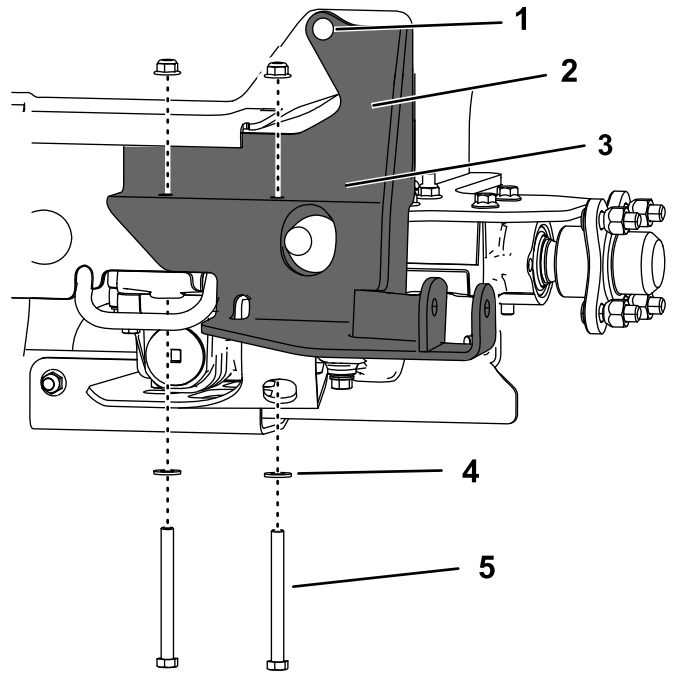

図 10
6. 下側ブラケットをトランスミッションに取り付ける先ほど外したナット2個、平ワッシャ2枚、ボルト $\frac{3}{8}$ " x 4"2本を使用して 図 10 のように取り付ける。